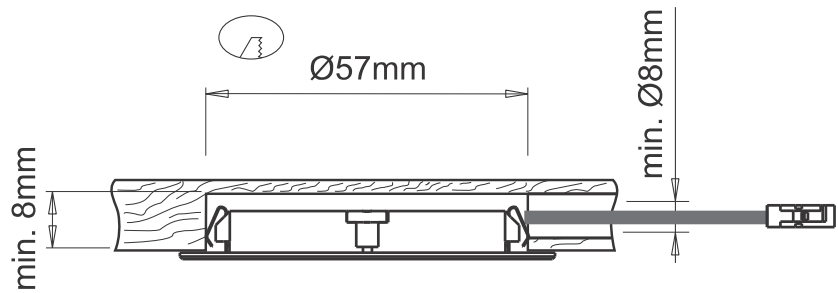

Fig 1
- Besüllyesztett szerelés esetén fúrjunk egy Ø57 mm-es lyukat minimum 8 mm mélyen a tervezett helyre és amennyiben szükséges fúrjunk egy minimum Ø8 mm kivezetést a vezeték illetve csatlakozó számára. Lásd Fig.1.